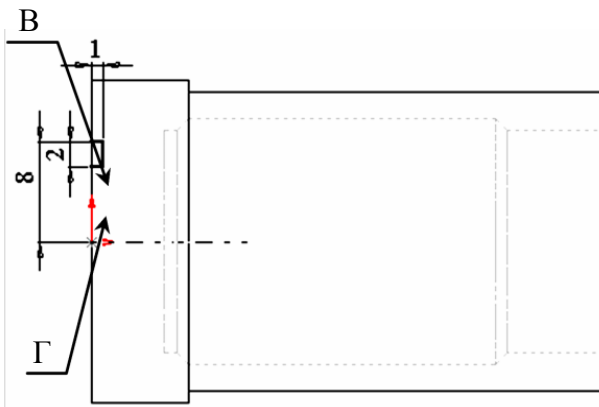

Рис. 3.5. Контур канавки
5. Используя инструменты ,  и , нарисовать контур канавки (рис. 3.5).